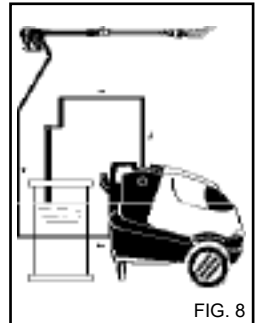

FIG. 8
- 3) Après l'emploi avec du détergent, rincer le circuit d'aspiration ; enfilier le tuyau d'aspiration (fig. 8) du détergent dans un bidon d'eau propre et faire fonctionner la pompe pendant 1 minute avec le robinet de dosage complètement ouvert et la lance en phase de sortie du détergent.
4) Après l'emploi avec du détergent, rincer le circuit d'aspiration; enfiler le tuyau d'aspiration (fig. 8) du détergent dans un bidon d'eau propre et faire fonctionner la pompe pendant 1 minute avec le robinet de dosage complètement ouvert et la lance en phase de sortie du détergent.